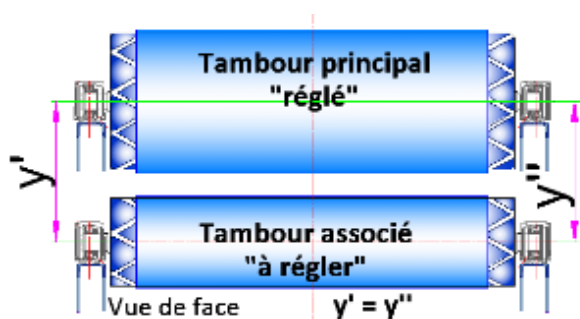

Fig.56 : Vue de face = ordonnée Y
La règle est d'ajuster la position, du ou des tambours associés, de façon parfaitement parallèle en X et en Y, par rapport au tambour principal {fig.56 & 57} et voir {fig.9}.
1. Pour le ou les tambours associés, ce n'est pas directement leur **perpendicularité** par rapport à l'axe du convoyeur qui nous intéresse, mais leur « **parallélisme** » avec le tambour principal de référence {fig.56, 57}... **puisque le tambour de référence est déjà perpendiculaire à l'axe convoyeur**, les tambours associés le seront également lorsqu'ils seront parallèles à ce tambour de référence... à la tolérance près.